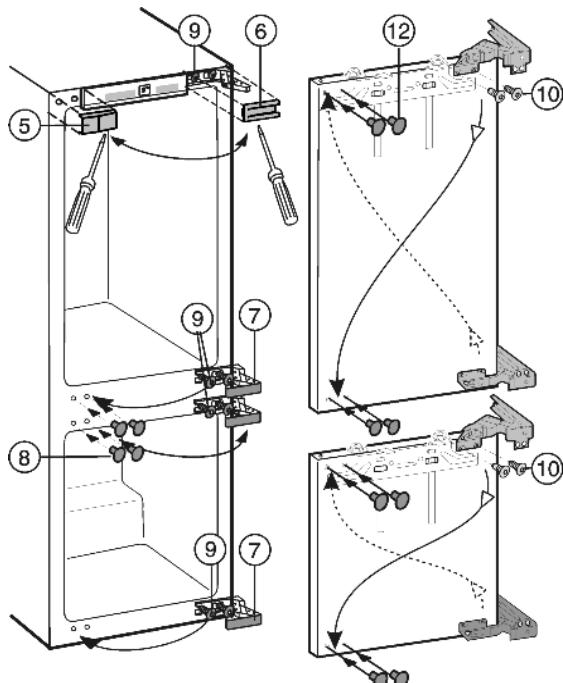

Fig. 4
- ▶ Накладки Fig. 4 (5,6,7,8) отожмите вперед при помощи плоской отвертки.
- ▶ Винты Fig. 4 (9) вверху и внизу на корпусе устройства только ослабьте.
- ▶ Винты Fig. 4 (9) переставьте на противоположную сторону и слегка прикрутите.
- ▶ Выкрутите винты Fig. 4 (10) и переверните шарниры по диагонали.
Винты Fig. 4 (10) микрокапсюлированные: используйте аккумуляторный винтовёрт.
- ▶ Освободившиеся отверстия закройте заглушками Fig. 4 (12).
- ▶ Навесьте дверь на предварительно смонтированные винты Fig. 4 (9) и затяните винты **с моментом 4 Нм**.